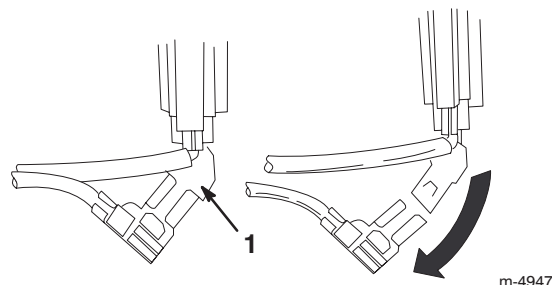

Figure 18
6. Débranchez le clip du fil de terre vert sous le starter (Fig. 18).